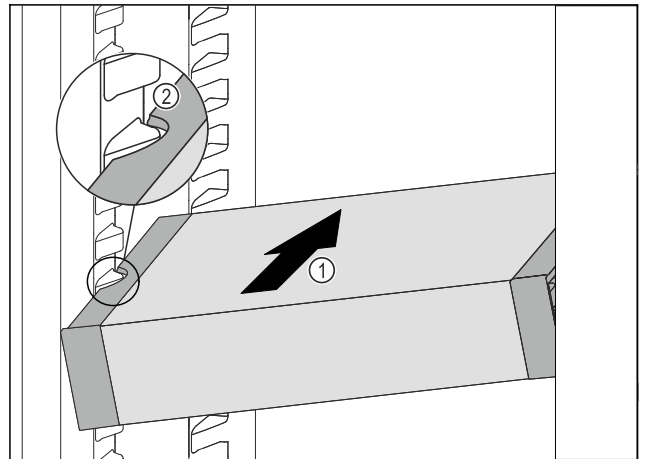

Fig. 102
- ▶ VarioSafe schuin in het koelgedeelte schuiven Fig. 102 (1), tot de uitsparingen aan de zijkant Fig. 102 (2) van de VarioSafe op de hoogte van de rib in het koelgedeelte zitten.